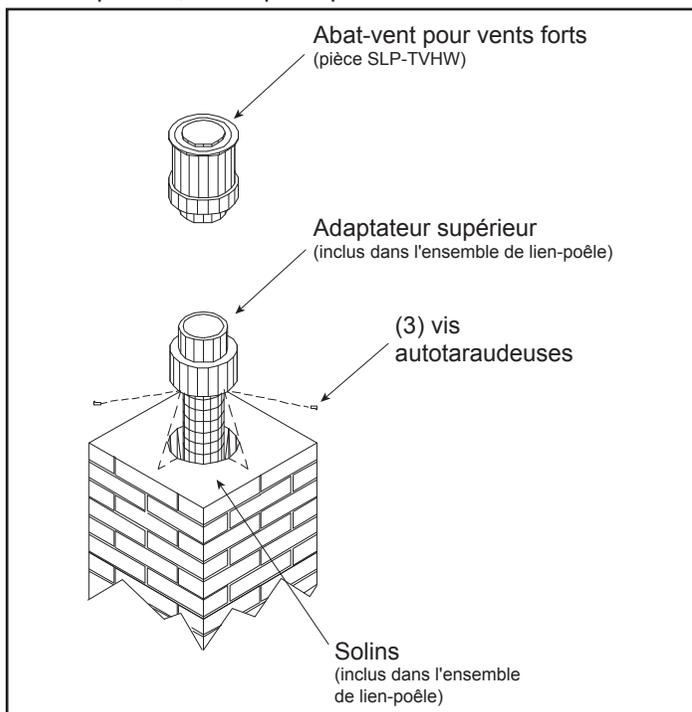

Figure 4.26
8. Fixez l'adaptateur supérieur au solin en tôle galvanisée. Vissez trois vis à tôle dans le côté de l'adaptateur supérieur et dans la bride du solin. Voir la figure 4.26. Bloquez en place par une rotation sur le dessus de l'adaptateur, le chapeau pour vents forts.